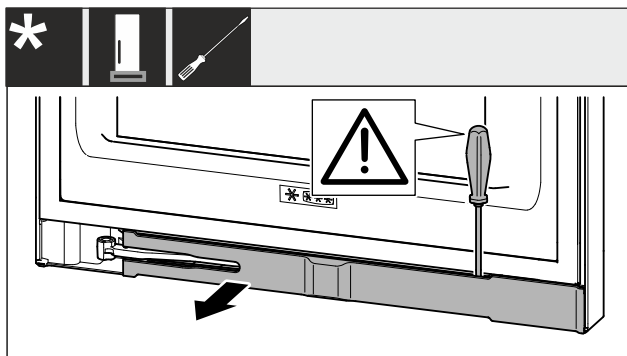

Fig. 3
- ▶ Освободете капачката с плоска отвертка и я завъртете настрана Fig. 3 O.